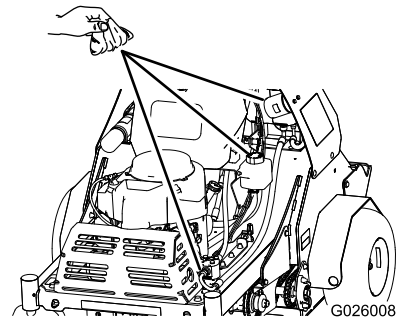

Figure 53
2. Nettoyez soigneusement la surface autour de l'avant de la pompe auxiliaire, du bouchon de remplissage et du filtre (Figure 53).